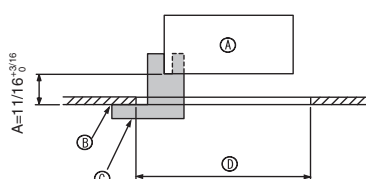

Fig. 9-2
9.2. Préparation avant d'attacher la grille (Fig. 9-2)
- A l'aide de la jauge ③ fournie avec ce kit, régler et vérifier la position de l'appareil par rapport au plafond. Si l'appareil n'est pas correctement positionné, il y aura des risques de fuites d'air et de la condensation pourrait s'accumuler.